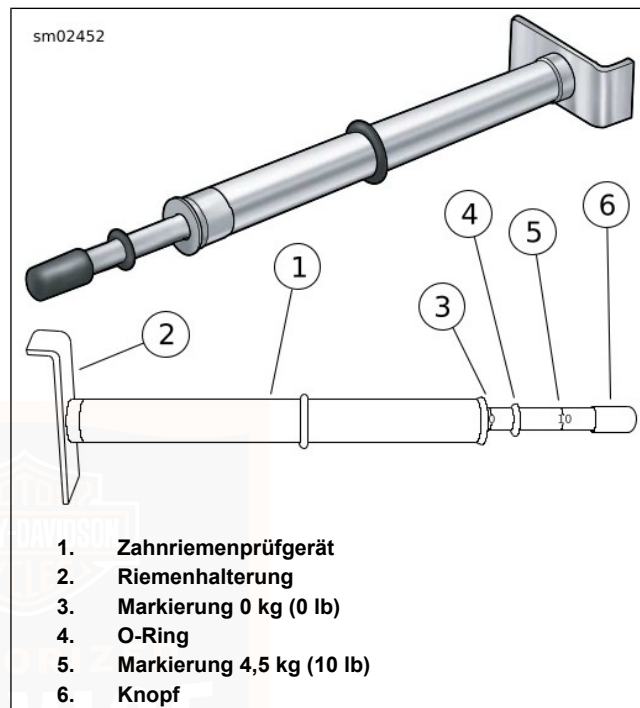
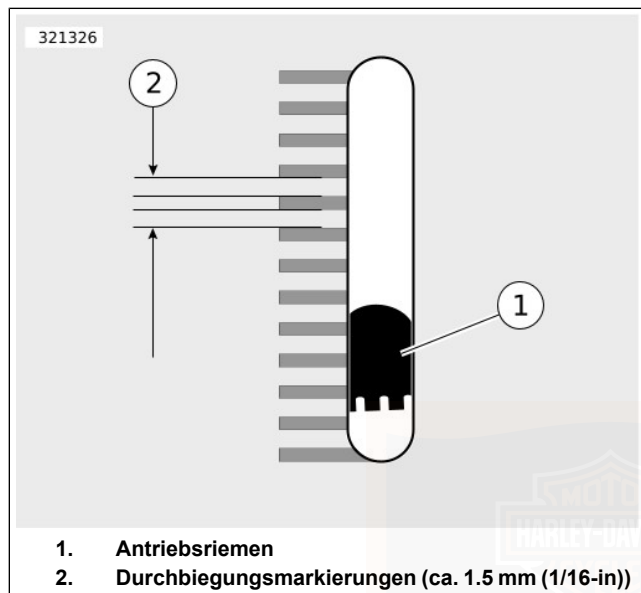

Abbildung 58. Zahnriemenprüfgerät
Abbildung 59. Sichtfenster der Riemendurchbiegung
3. Siehe Abbildung 58. Messung der Riemendurchbiegung mit ZAHNRIEMENPRÜFGERÄT (TEILE-NR.: HD-35381-A):
- a. Den O-Ring (4) zur Null-Markierung (3) schieben.
- b. **Modelle mit Rahmendurchbiegungs-Sichtfenster:** Die Riemenhalterung (2) in einer Linie mit dem Riemendurchbiegungs-Sichtfenster an den unteren Teil des Antriebsriemens anlegen.
- c. **Alle anderen Modelle:** Die Riemenhalterung (2) gegen die Unterseite des Antriebsriemens auf halbem Wege zwischen den Antriebsriemensscheiben anordnen.
- d. Den Knopf (6) nach oben drücken, bis der O-Ring nach unten auf die Markierung 4,54 kg (10 lb) (5) rutscht; dort festhalten.
- a. **Modelle mit Riemendurchbiegungs-Sichtfenster:** Siehe Abbildung 59. Die Riemendurchbiegung durch das Riemendurchbiegungs-Sichtfenster messen und dabei das Prüfgerät ruhig halten. Jede Durchbiegungseinteilung entspricht ungefähr 1,6 mm (1/16 in).